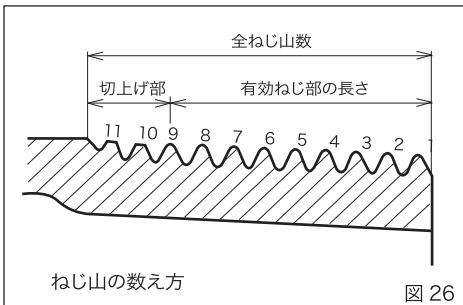

図 26
- ①転造ヘッドを起こしてください。
- ②パイプの切断箇所を定めてパイプをしっかり固定します。
- ③パイプカッタをパイプ径より大きくひらいて図のようにあてがい、パイプの切断箇所にカッタの刃を合わせてハンドルでローラーと刃がかかるところまで近付けてください。
- ④スイッチを入れ、カッタハンドルをパイプ1回転で1/2以内の割合いで回してください。(図26) 切断のときに最初から強い力で切り込むと、パイプの切り口がだ円形にゆがみ、正しい真円のねじが切れない場合がありますから、切り始めは、軽く締めつけながら徐々に切断してください。